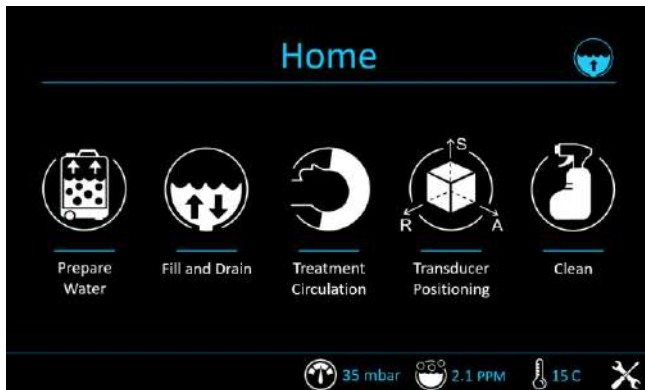
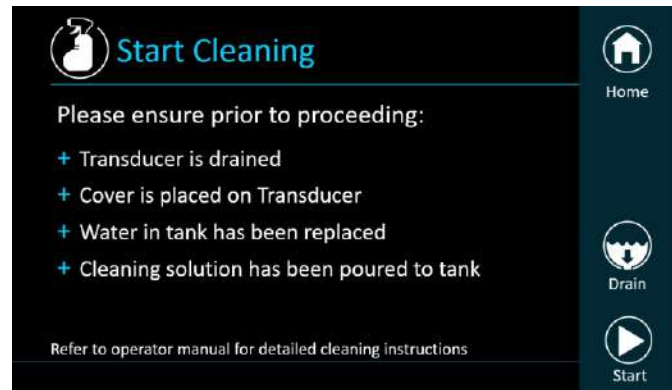

Figura 12-7: Menú «Home» (Inicio)
Figura 12-8: Menú «Clean» (Limpiar)
Paso 12: En la pantalla principal del circuito de agua: menú «Home» (Inicio) (**Figura 12-7**), pulse la opción «Clean» (Limpiar). El sistema cambiará al modo Clean (Limpiar) (**Figura 12-8**).
Paso 13: Pulse el botón «Start» (Iniciar) para iniciar la operación de limpieza (**Figura 12-8**). Aparecerá un temporizador de cuenta atrás, mostrando el tiempo restante de limpieza del depósito (**Figura 12-9**).